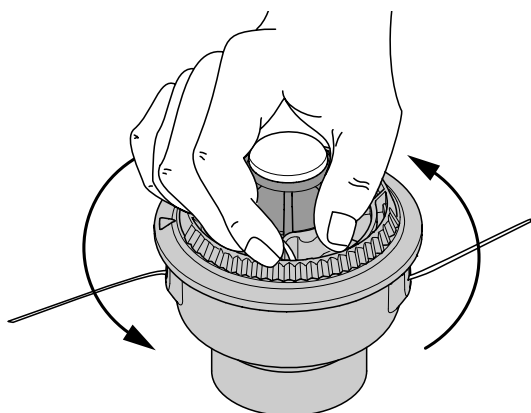

Fig. 18
8. Sostenga la bobina exterior. Bobine el carrete interior en sentido antihorario hasta que queden alrededor de 102 mm (4 pulgadas) de línea (Fig. 18).